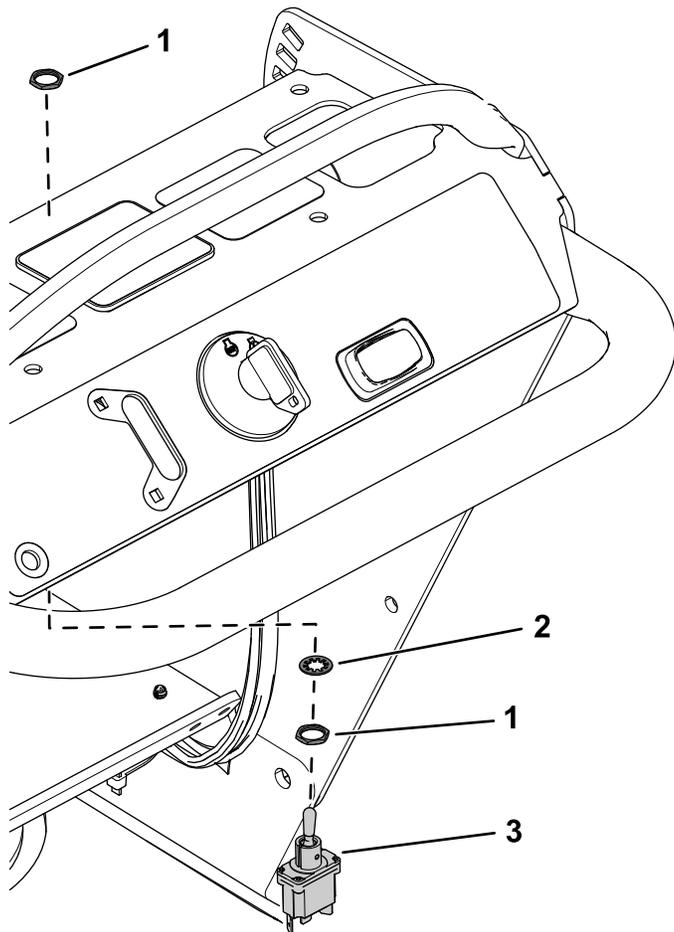

Bild 9
8. Befestigen Sie den Kippschalter mit den beiden Sechskantmuttern und einer Sicherungsscheibe in der Öffnung (Bild 9).